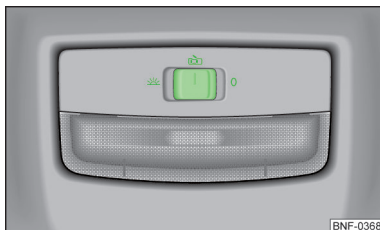

Fig. 27
- Tryk kontakten til position $\rightarrow$ » Fig. 27.
- Tryk kontakten til position **O** » Fig. 27.